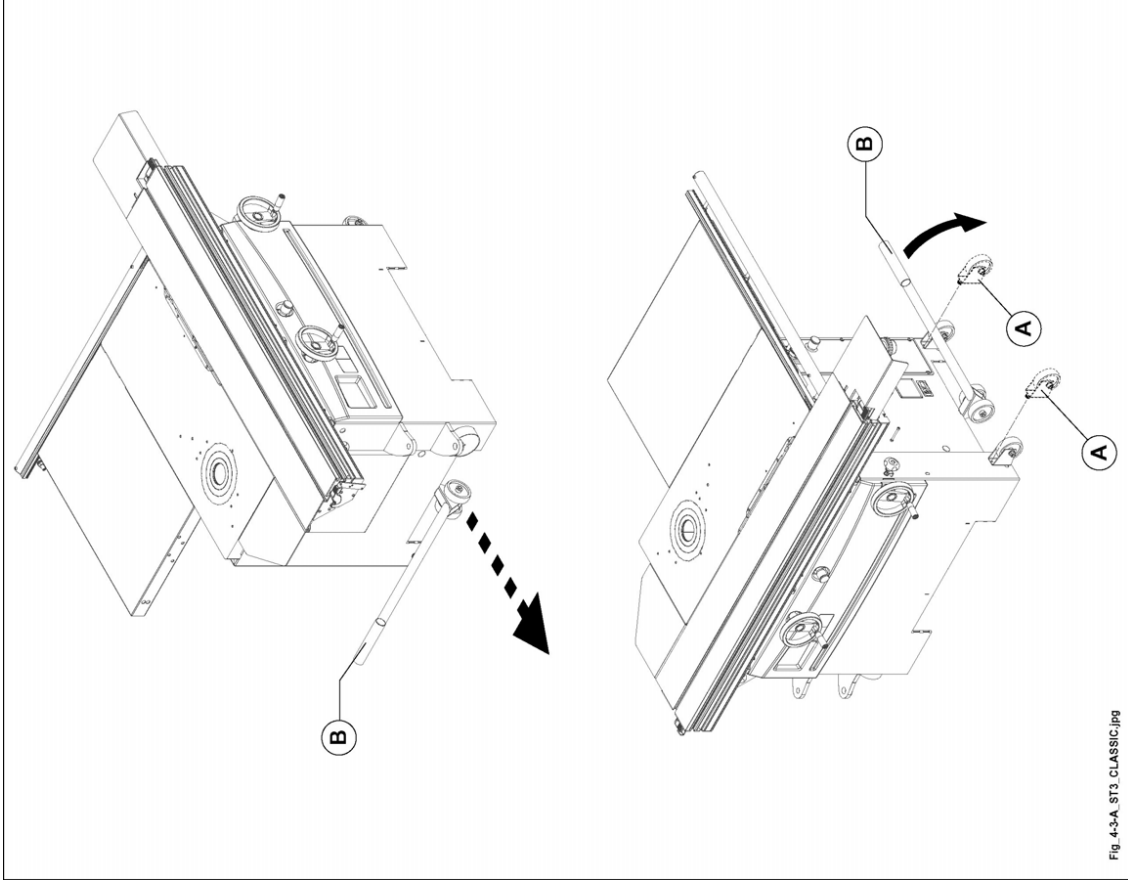

Abb. 4.3-A
- 2 feste Räder (A Abb. 4.3-A).
- 1 Verstellhebel (B Abb. 4.3-A).
- 1) Den Hebel (B Abb. 4.3-A) verwenden, um die Struktur der Maschine leicht anzuheben;
- 2) den Kopf der Schraube auf dem fixen Rad (A Abb. 4.3-A) in die Löcher der Struktur wie in der Abbildung gezeigt stecken;
- 3) den Hebel (B Abb. 4.3-A) von der gegenüberliegenden Seite der Maschine wegbewegen, den Hebel in die entsprechende Halterung einsetzen und die Maschine befördern.